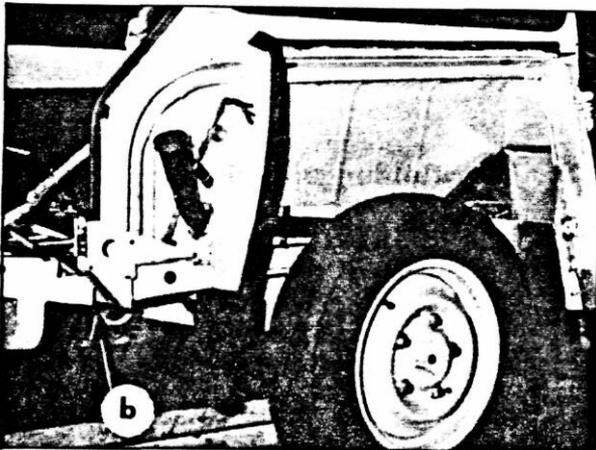

Abb. 20
13. Senkrechtstreben am hinteren Seitenblech (Break) (Abb. 20)